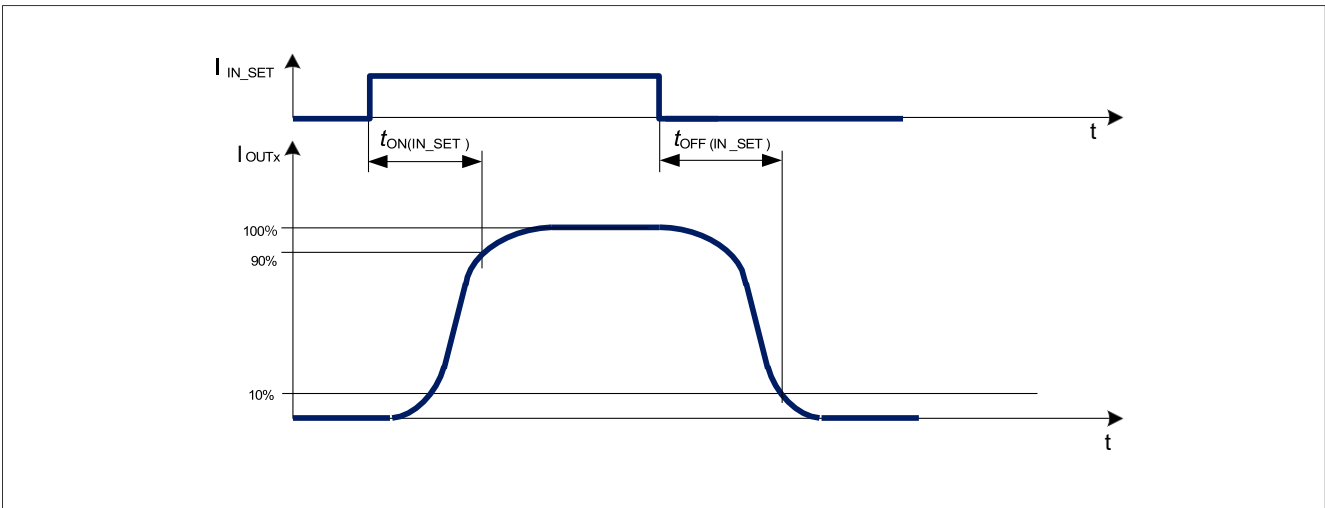

图10 IN_SET开启和关闭延迟时序图
在下图中（图10）显示出输入对输出激活延迟的影响。
2) 参考图10